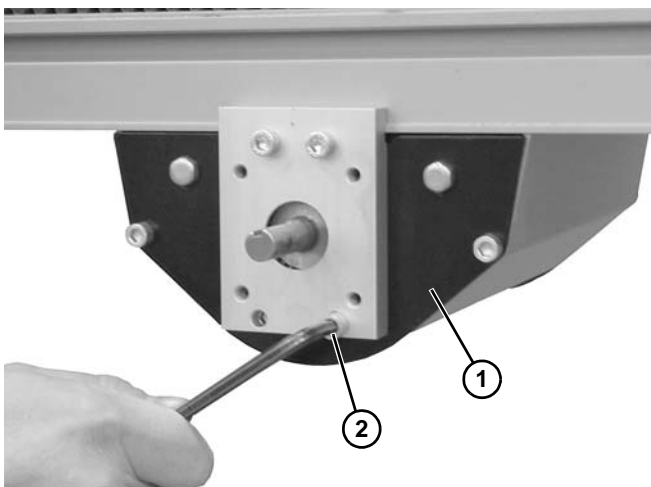

Figura 91
10. Sujete el conjunto tipo Mid Drive (**Figura 91, artículo 1**) con un tornillo (**Figura 91, artículo 2**) en cada lado del bloque de montaje. Apriete el tornillo a 7 Nm.